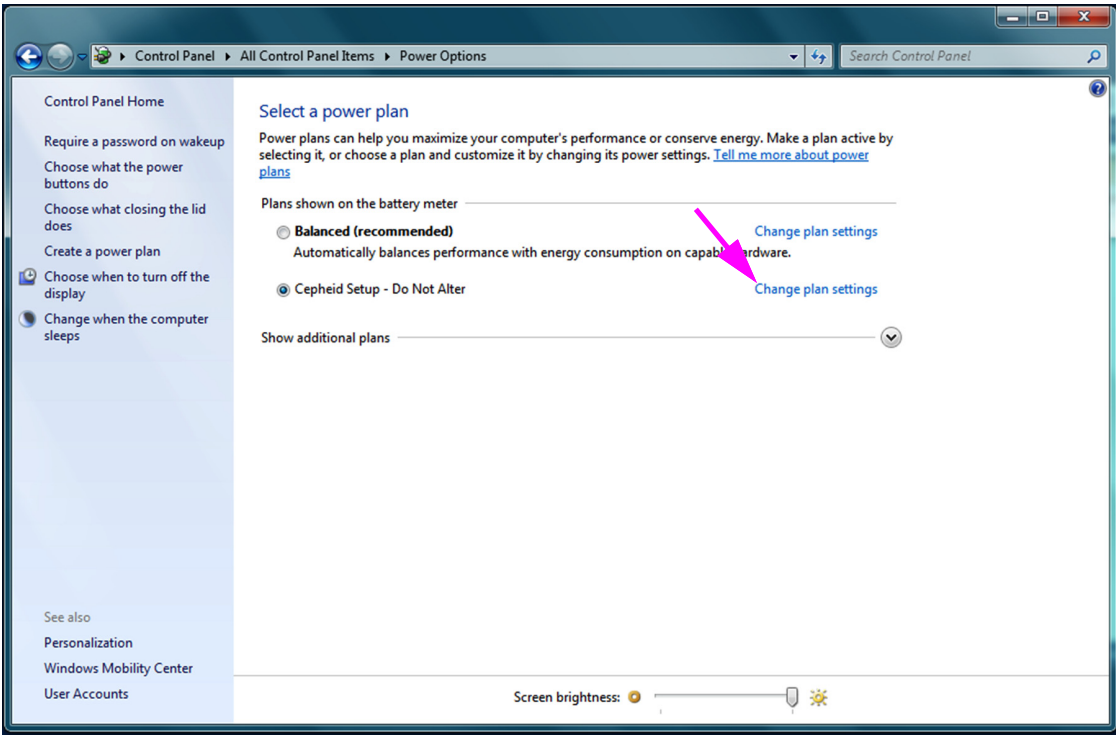
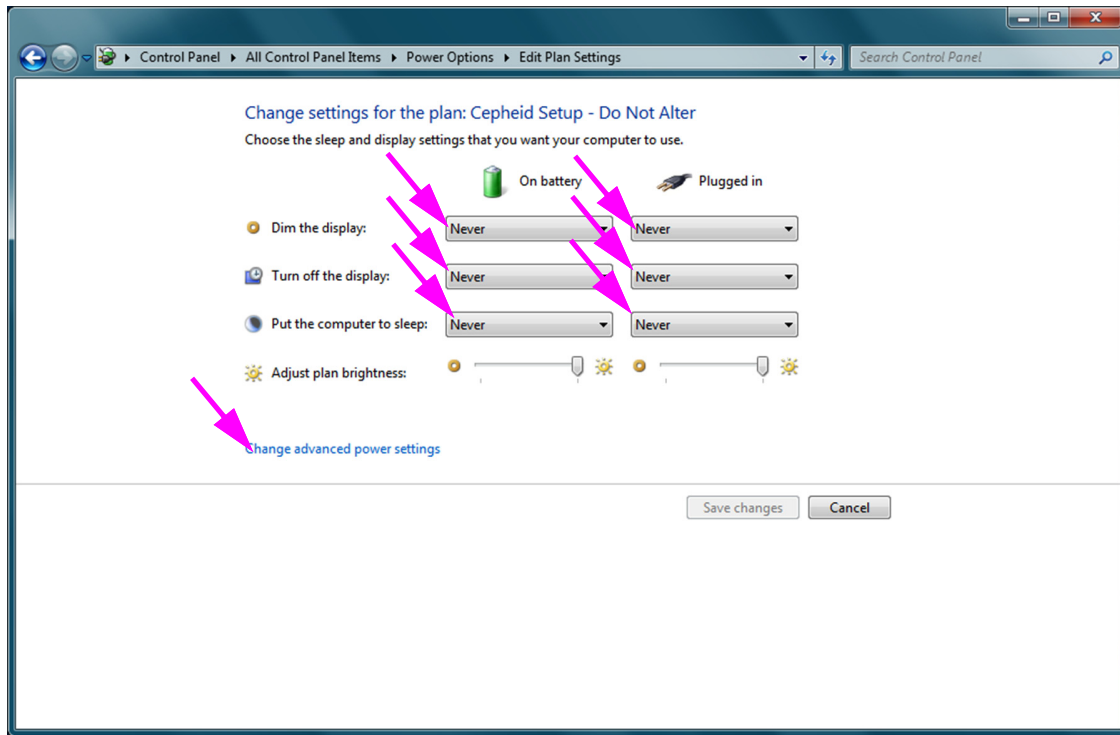
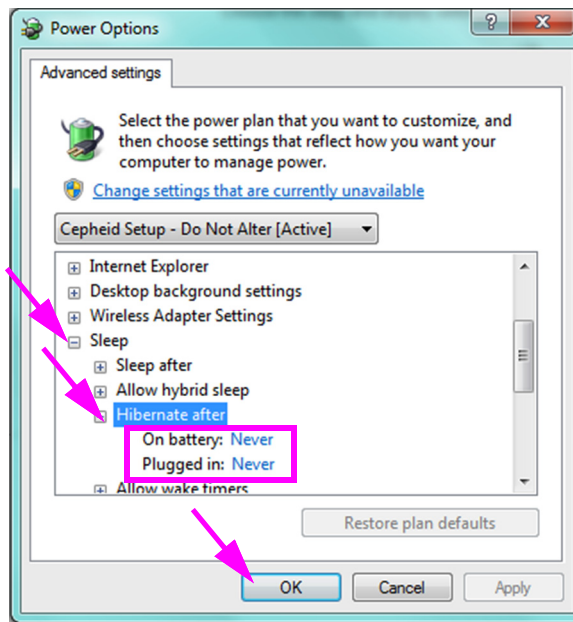

图 2-19. Power Options（电源选项）窗口
图 2-20. Edit Plan Settings（编辑计划设置）窗口
图 2-21. Power Options—Advanced settings（电源选项 — 高级设置）窗口
3. 在 **Cepheid Setup - Do Not Alter**（Cepheid 设置 – 请勿更改）部分，单击 **Change plan settings**（更改计划设置）。参见图 2-19。此时出现 Edit Plan Settings（编辑计划设置）窗口。参见图 2-20。
4. 确保 **On battery**（用电池）和 **Plugged in**（接通电源）选项的 **Dim the Display**（降低显示亮度）、**Turn off the display**（关闭显示器）和 **Put the computer to sleep**（使计算机进入睡眠状态）特性均设置为 **Never**（从不）。参见图 2-20。
5. 单击 **Change advanced power settings**（更改高级电源设置）（参见图 2-20）。出现 Power Options Advanced settings（电源选项高级设置）窗口。参见图 2-21。
参见图 2-21。
10. 仅限笔记本型计算机：单击 **Cancel**（取消）关闭 Edit Plan Settings（编辑计划设置）窗口。此时出现 Power Options（电源选项）窗口（参见图 2-19）。